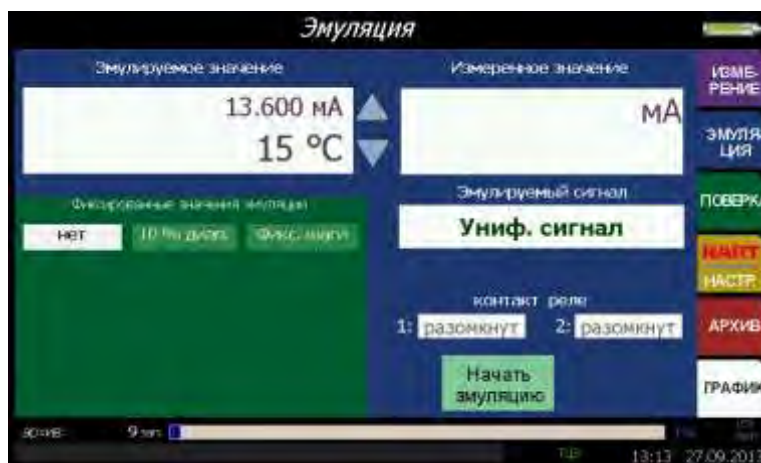

Рисунок 2.31
1) При нажатии кнопки **«Нет»** ИКСУ-2012 воспроизводит единственное эмулируемое значение, соответствующее параметру **«Эмулируемое значение»** (см. рисунок 2.31).